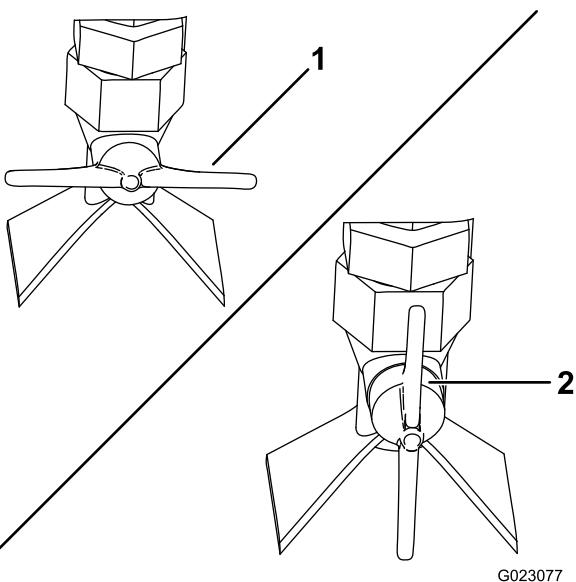

Figura 54
- Para rociar en forma de abanico, ponga la válvula situada en el lateral de la boquilla en posición horizontal (Figura 54).
- Para aplicar un chorro, ponga la válvula situada en el lateral de la boquilla en posición vertical (Figura 54).